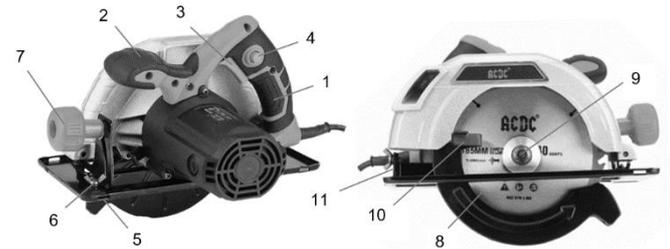

Рисунок 1.1. Устройство инструмента.
При необходимости ограничения глубины пиления, отпустите фиксатор «1» (рисунок 1.1.), отрегулируйте глубину пиления по шкале и затяните фиксатор.
1. Отпустите винт фиксации наклона «7» (рисунок 1.1.).